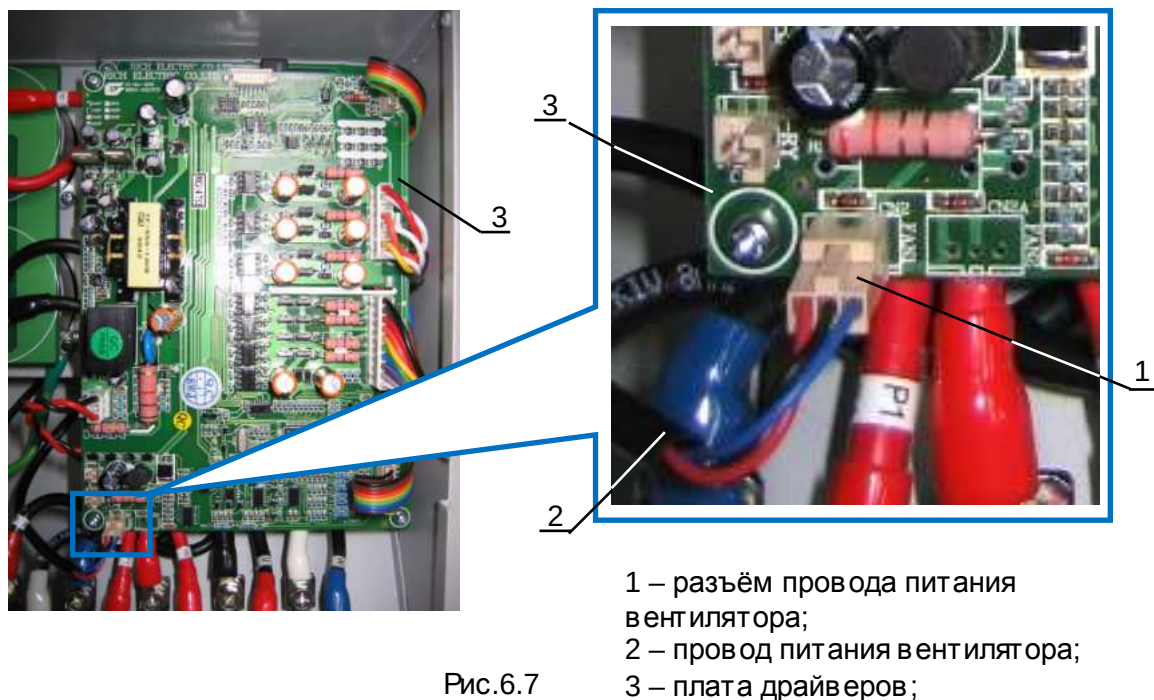

Рис.6.7
- 6.5.1. Отсоединить разъем (1) провода питания вентилятора (2) от разъема CN2 FAN1 на плате драйверов (3) (рис.6.7). Освободить провод питания вентилятора от монтажных элементов крепления (стяжки).